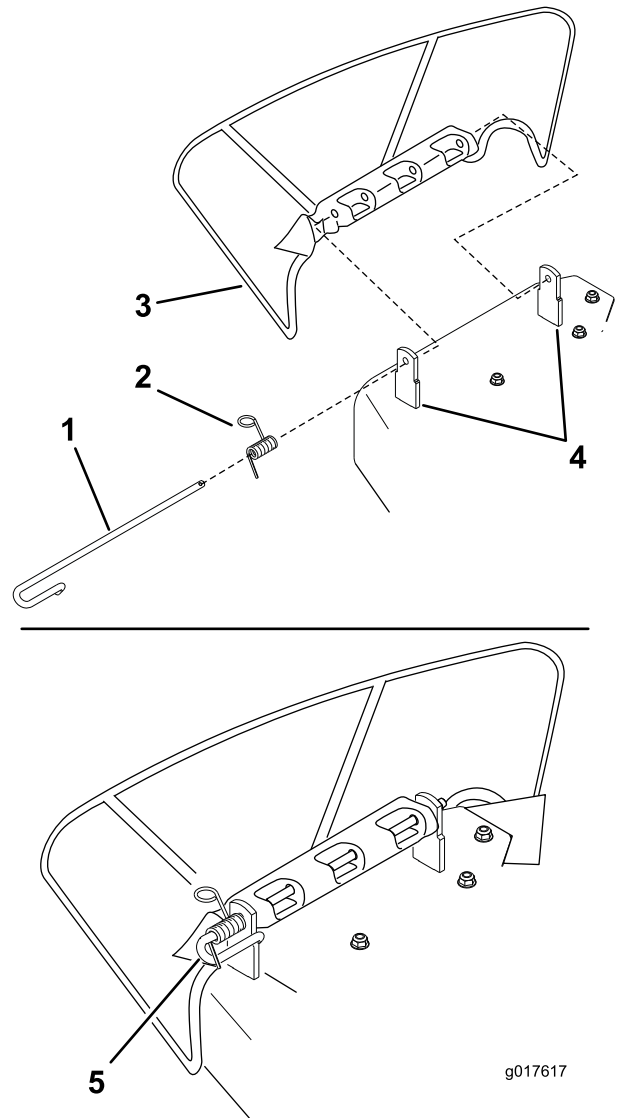

Figura 73
1. Desenganche el muelle de la muesca del soporte del deflector, y retire la varilla de los soportes soldados de carcasa, el muelle y el deflector de descarga (Figura 73).